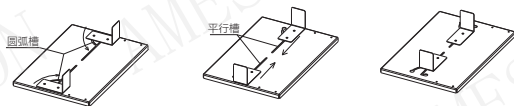

图2
(2)顺着托盘底板上的圆弧槽转动序号5托盘卡纸板到平行的卡槽中，如下图2。